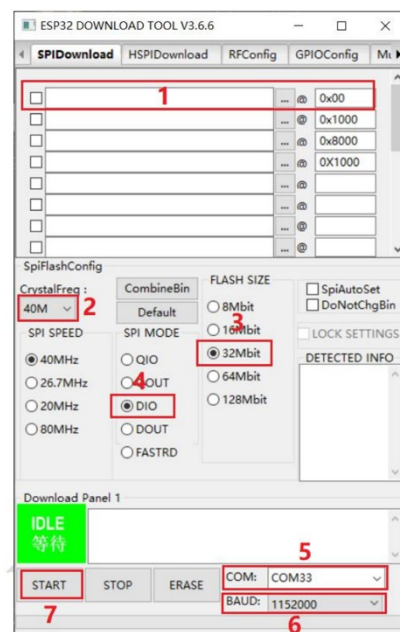

图 4 (Fig.4)
2. 如右图 4 (Fig.4) 所示: 在 1 处选择要烧录的固件路径, 地址通常为 0X00, 设置好后记得在前面打上勾; 在 2 处选择系统时钟为 40MHz; 在 3 处选择 Flash 的大小为 32Mbit; 在 4 处选择 SPI MODE 为 DIO 模式; 在 5 处选择当前板卡在电脑所识别的端口号; 在 6 处选择串口波特率 (值越大下载固件的速率越快, 最大支持 1152000bps);